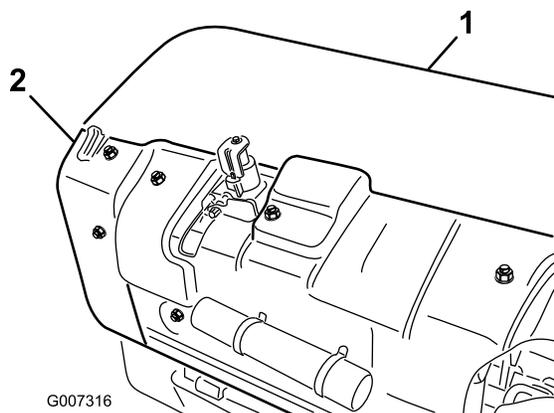

Figura 33
- A. Togliete la copertura della testa di carotaggio posteriore (Figura 33).
- B. Togliete i bulloni di montaggio del carter della puleggia e rimuovete il carter (Figura 33).